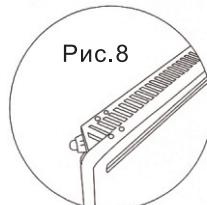

Рис.8
1. перевернуть конвектор нижней частью кверху (рис. 8);